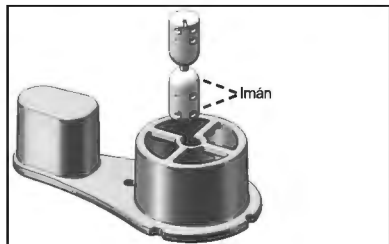

Figura 2
2. Asegúrese de que el reloj de arena magnético del ELD pueda pivotar libremente sobre la cruz de referencia del ELD. Si el reloj de arena se desprende del soporte, puede volver a colocarse encajando el cuello del reloj de arena a través de la abertura del soporte, tal como se indica en la Figura 2. Tenga en cuenta la configuración de la orientación del reloj de arena. El imán debe colocarse hacia abajo, como se indica.